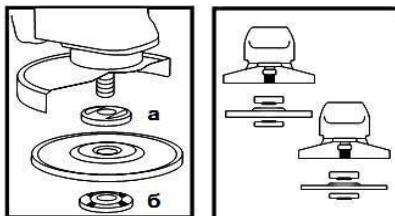

Рисунок 2
4.4 Встановіть на виріб шліфувальний або відрізний круг. Для цього натисніть на кнопку фіксації шпинделя (1) і проверніть його до такого положення, при якому він зафіксується. За допомогою вілочкового ключа з комплекту виробу відверніть і зніміть затискну гайку (6) (дивіться рисунок 2). Встановіть шліфувальний диск на посадкове місце фланцевої шайби (а) (рисунок 2), наживіть рукою затискну гайку на шпиндель і затягніть її ключем з комплекту приладу.